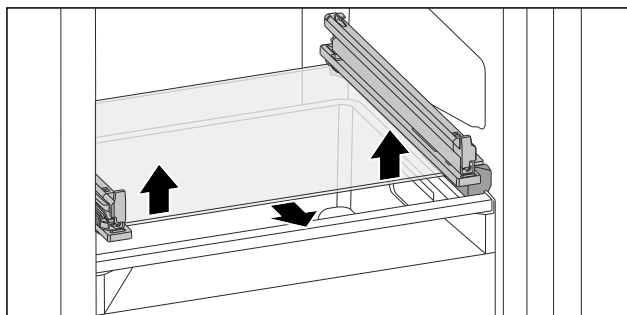

Fig. 133 Skleněná deska odklápěcí zásuvky
- ▶ Vytlačte skleněnou desku zdola na obou stranách nahoru. (viz Fig. 133)